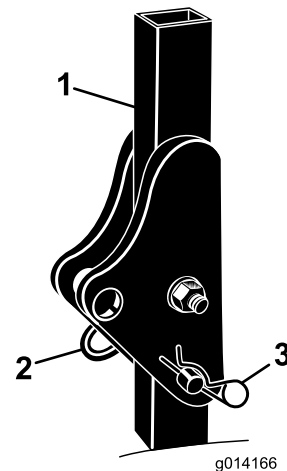

Figura 3
1. Remova os contrapinos e os pinos da barra de segurança (Figura 3).
2. Levante a barra de segurança na vertical, instale os dois pinos e fixe-os com os contrapinos (Figura 3).